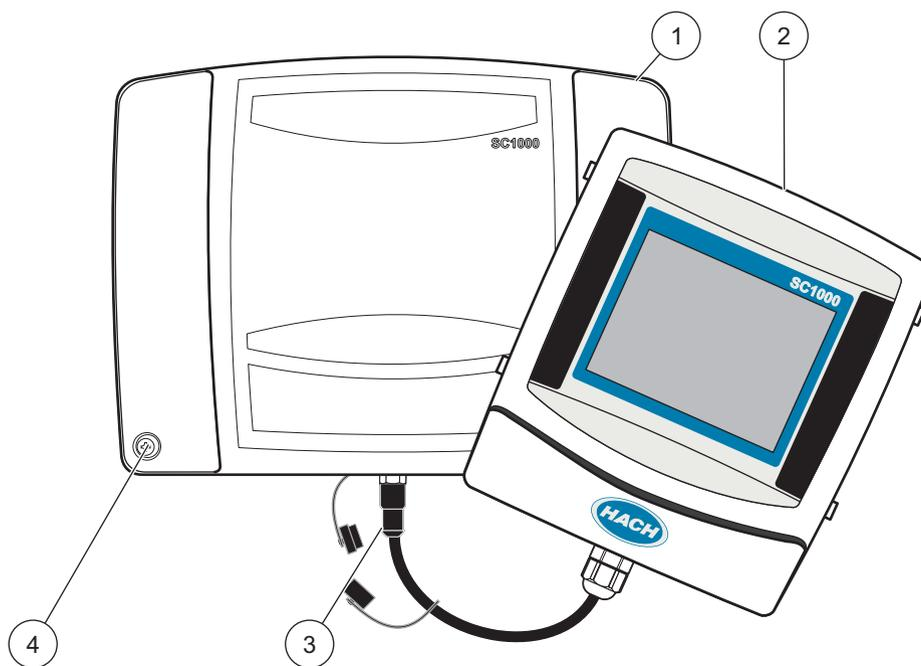

Figura 5 Rimuovere il coperchio del modulo sonda e del modulo display
Rimuovere il modulo display prima di effettuare qualsiasi attività di cablaggio (Figura 5).
2. Rimuovere il modulo display dal modulo sonda (Figura 5).